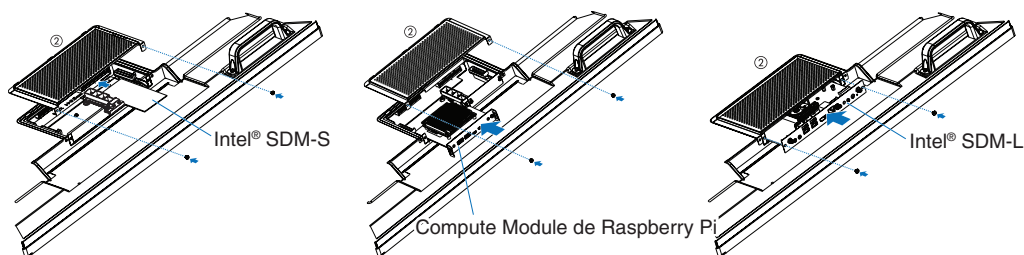

Figura 2
4. Coloque la TAPA OPCIONAL ② con los tornillos extraídos (Figura 2).
5. Inserte la placa opcional en el monitor y sujétela en su sitio con los tornillos que ha extraído (Figura 2). (Fuerza de sujeción recomendada: 50 - 80 N•cm.)